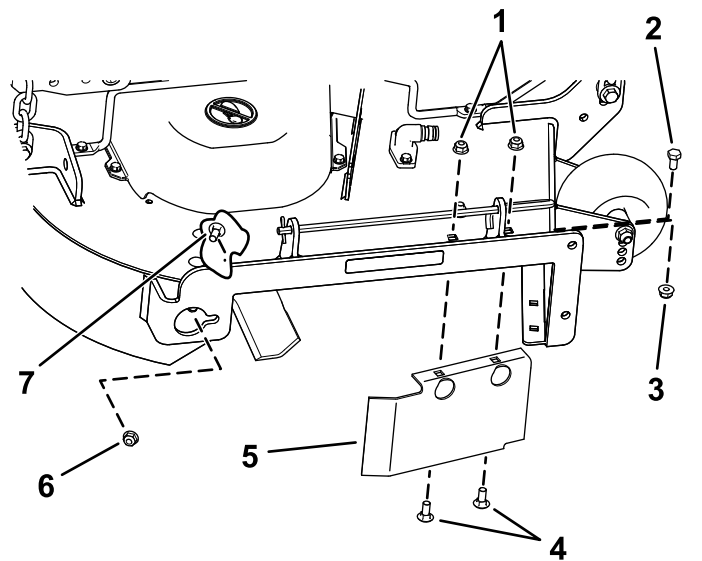

Figura 18
8. Retire el perno de cuello cuadrado (5/16" x 3/4") y la contratuercas (5/16"), situados en la pared trasera de la carcasa de corte, que sujetan el deflector a la carcasa (Figura 18).
9. Localice el protector del deflector en el borde delantero del orificio de descarga lateral (Figura 18).
10. Retire las fijaciones que sujetan el protector del deflector y el deflector derecho a la carcasa del cortacésped (Figura 18).
13. Instale las fijaciones retirados anteriormente en los taladros delanteros de la placa de descarga y en el taladro delantero de la carcasa (Figura 18).